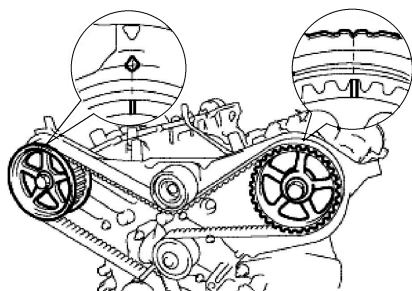

图 1-259 对准凸轮轴正时带轮标记
c. 检查并确认凸轮轴正时带轮的正时标记与正时带 3 号盖的正时标记对准 (图 1-259)。